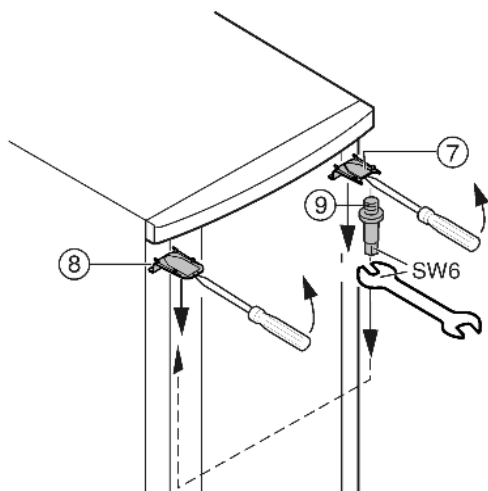

Fig. 6
- ▶ За допомогою викрутки зверху зніміть з фіксатора кришку Fig. 6 (7) та кришку Fig. 6 (8) і зніміть їх під кутом донизу.
- ▶ Викрутіть гвинти Fig. 6 (9) і загвинтіть їх з протилежного боку (з моментом 4 Нм).
- ▶ Знову встановіть кришку Fig. 6 (7) на боці гвинта: вставте ззаду і зафіксуйте спереду.
- ▶ Встановлення кришки Fig. 6 (8) на протилежному боці: вставте ззаду і зафіксуйте спереду.
- ▶ Підвісьте верхню частину дверцят на гвинт Fig. 6 (9).